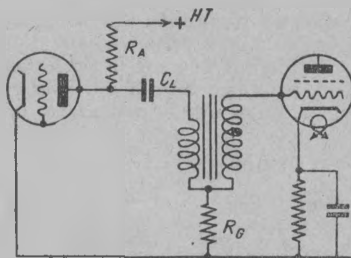

Fig. 39. — Transfo BF, montage en parallèle favorisant les notes graves
Fig. 39, E. — L'**oscillateur à phase glissante** renvoie à la grille les oscillations de la plaque, après les avoir déphasées de 180° dans un réseau de trois cellules RC . Comme le dynatron et le transitron, il peut entretenir des oscillations dans un circuit oscillant dont les deux bouts seuls sont accessibles.
Fig. 39, F. — Le **multivibrateur** comprend deux lampes identiques, les oscillations anodiques de l'une sont injectées dans la grille de l'autre, et réciproquement. En étudiant ce qui se passe, on voit que les lampes se bloquent alternativement par chute brusque de tension grille, ce qui donne naissance à une oscillation à front raide extrêmement riche en harmoniques même élevés. La fréquence peut être réglée entre un cycle par heure et plusieurs Mc/sec. , elle dépend de la constante de temps des condensateurs et résistances de grille, c'est-à-dire du produit RC (période en secondes = microfarads $\times$ mégohms).
Fig. 39, G. — L'**oscillateur à vitesse modulée** pour ondes centimétriques, qui utilise un clystron. Dans le clystron, les circuits oscillants sont de simples cavités (rumbatrons). Le principe de l'oscillation consiste
Mais le passage du courant continu dans le primaire est encombrant, car il magnétise le noyau de fer et diminue sa perméabilité. Or la self (1) dépend de celle-ci, et nous mettons le doigt sur une nouvelle cause de la chute des notes graves. On est donc conduit à construire des transformateurs dont le circuit magnétique présente une haute perméabilité, et d'éviter la saturation par le passage du courant continu en nourrissant la plaque de la première lampe à l'aide d'une résistance. On obtient ainsi le montage en parallèle de la figure 39, qui n'est en somme qu'un montage à résistance avec tranfo éleveur dans la grille.